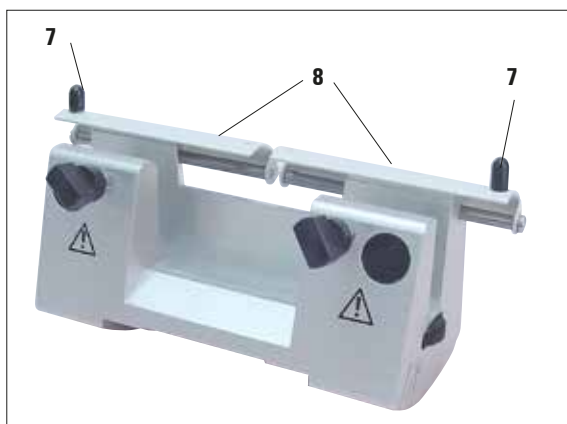

Fig. 5
Sur le porte-couteau N/NZ, des boutons (7) facilitent la manipulation du protège-doigts (8) (fig. 5). Pour recouvrir le tranchant, faites coulisser les deux moitiés du protège-doigts vers le centre.